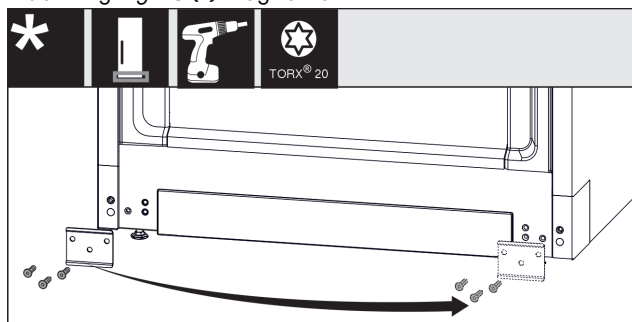

Fig. 19
- Plaat Fig. 19 (1) losschroeven, op de andere zijde plaatsen en weer vastschroeven.